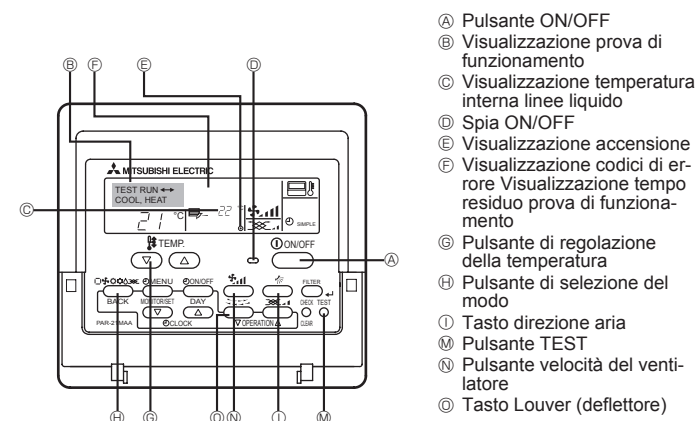

Fig. 7-1
7. Prova di funzionamento (Fig. 7-1)
Uso del comando a distanza con filo (Fig. 7-1)